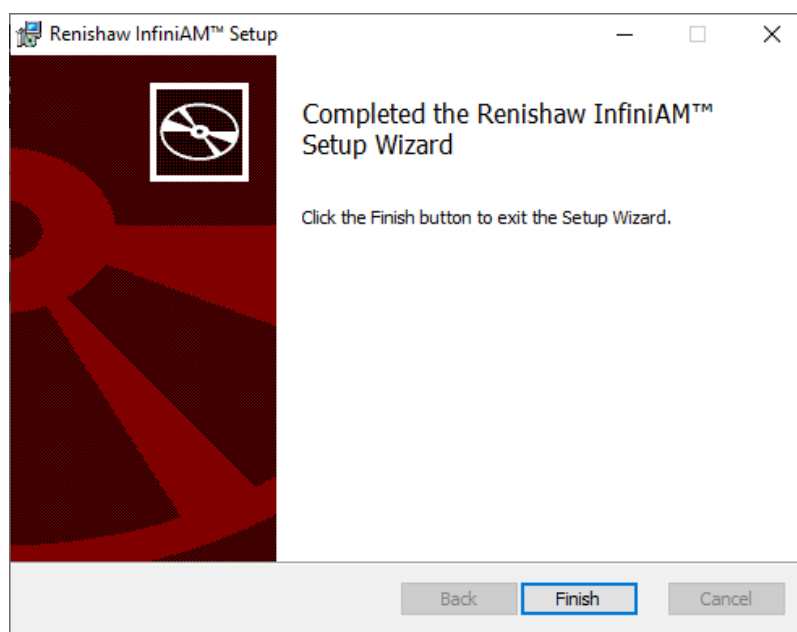

Figura 56 Impostazione guidata completata
9. Fare clic su “Finish” (Fine) - vedere Figura 56).